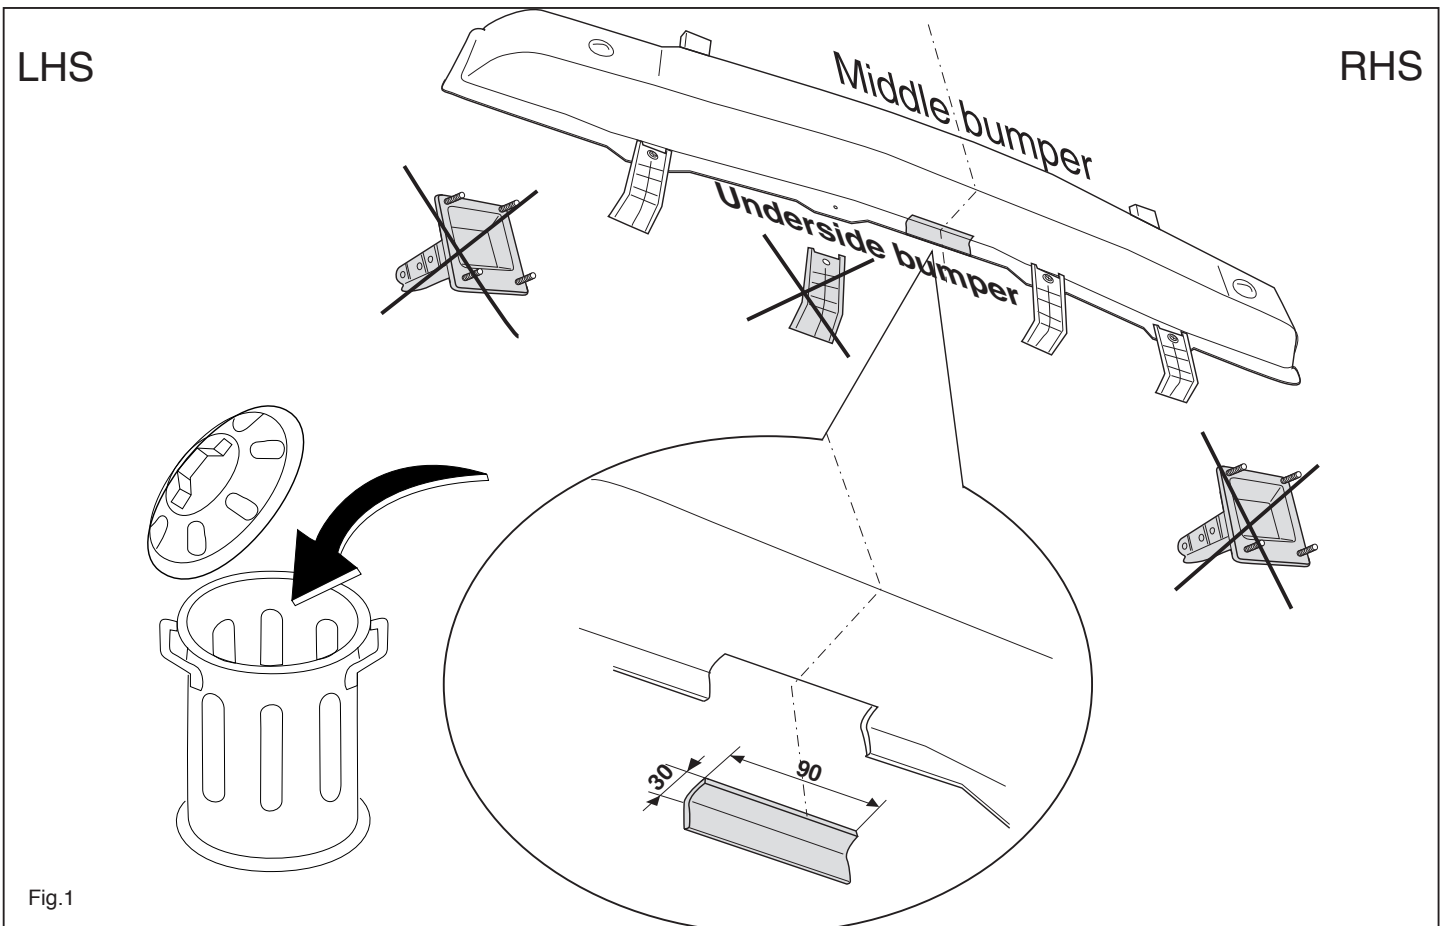

Fig.1
Gemäß Abb. 1
1. Dégager le plancher. Déposer les panneaux arrière. Détacher les panneaux latéraux et les rabattre vers l'intérieur. Démontez les feux arrière. Démontez le pare-chocs. Démontez la garniture de pare-chocs, y compris les supports. Démontez les supports de la garniture de pare-chocs. (fig. 1), Scier les parties indiquées conformément à la figure 1.
Demontera kořangaren. Demontera kořangaren innamäte inklusiv stagen. Demontera stagen från innamätet. (fig. 1), Säg ut delarna enligt fig. 1.
1. Fjern alt fra bilens understel. Demontér bagpanelet fra bagagerummet. Løsn sidepanelet og vip dem indad. Afmonter baglygteenhederne. Afmonter kořangaren. Afmonter den indre del af kořangaren inkl. støtteanordningerne. Afmonter støtteanordningerne fra den indre del af kořangaren. (fig. 1), Sav ifølge figur 1 de markerede dele ud.
1. Despejar el suelo. Desmontar los paneles traseros del maletero. Desprender los paneles laterales y volcarlos hacia adentro. Desmontar las unidades de las luces traseras. Desmontar el parachoques. Desmontar el armazón interior del parachoques inclusive los soportes. Desmontar los soportes del armazón interior del parachoques. (fig. 1), Serrar las partes indicadas en la fig 1.
1. Liberare il fondo del bagagliaio. Smontare i pannelli posteriori dal bagagliaio. Staccare i pannelli laterali e piegarli verso l'interno. Smontare i gruppi dei fari posteriori. Smontare il paraurti. Rimuovere l'anima del paraurti, inclusi i sostegni. Smontare i sostegni dall'anima del paraurti. (fig. 1), Segare via le parti indicate in figura 1.
1. Usunąć wszystko z powierzchni bagażnika, Wymontować tylne panele z bagażnika. Poluzować panele boczne i wcisnąć je do środka. Zespół oświetleniowy oraz zderzak zdemontować. Wzmocnienie zderzaka odkręcić. Od wzmocnienia należy zdemontować mocowanie. Mał e mocowanie rys.1. znajdujące się po lewej stronie od środka zderzaka usunąć. Wypilować zgodnie z rysunkiem 1 wskazane odcinki.